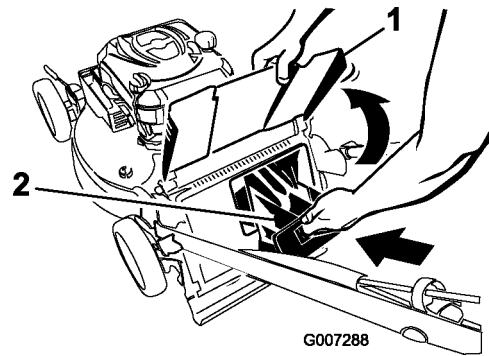
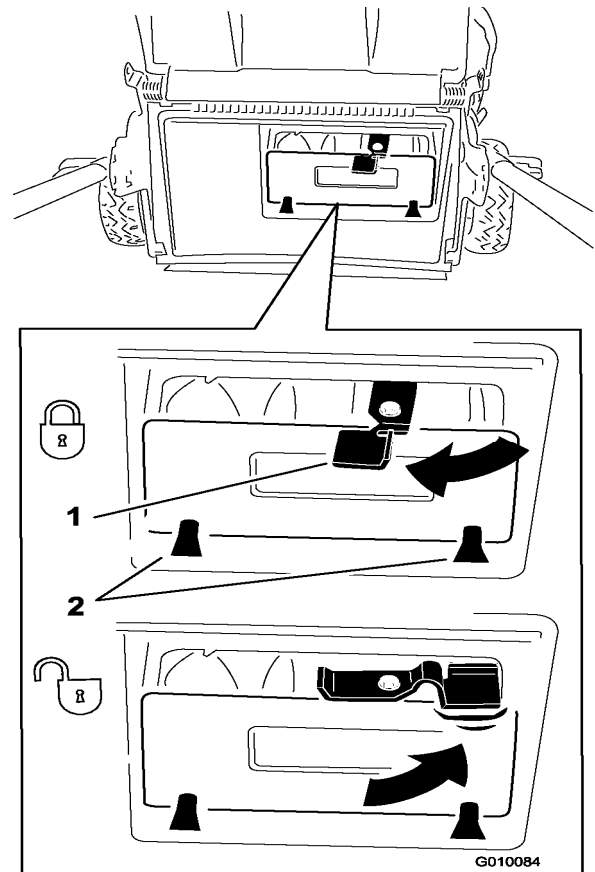

Рисунок 28
Рисунок 29
**Внимание:** Будьте внимательны, что бы задний штепсель разгрузки был закреплен в нужном положении. Захватите штепсель, поднимите дефлектор разгрузки (Рисунок 28), вставьте штепсель до упора и вращайте рычаг налево (Рисунок 29).